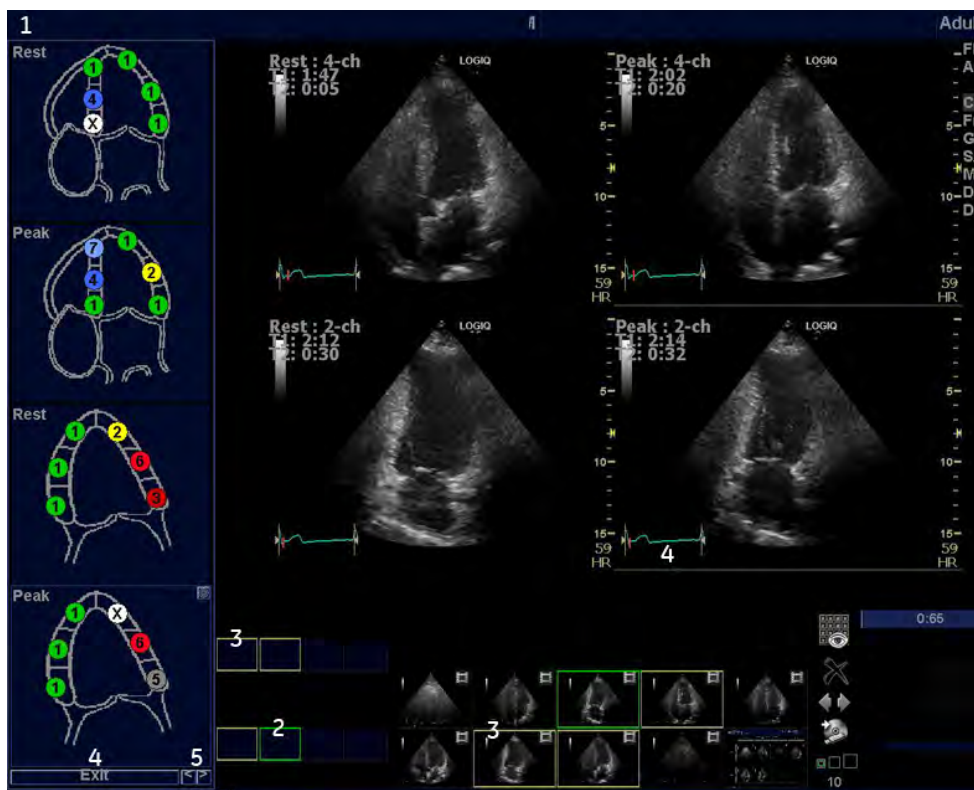

Рис. 13-103. Экран анализа
3. Чтобы перейти к другим группам используйте **трекбол** для перемещения курсора к стрелкам в нижней части окна сегмента стенки. Нажмите на стрелку для перехода к другой группе. Дальнейшее разъяснение см. по ссылке Е в Рис. 13-103.